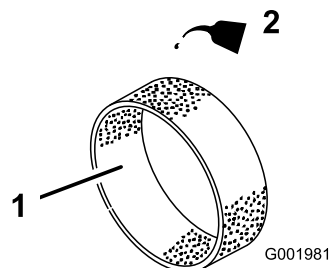

Figura 25
4. Coloque 30 ou 60 ml de óleo no filtro (Figura 25).